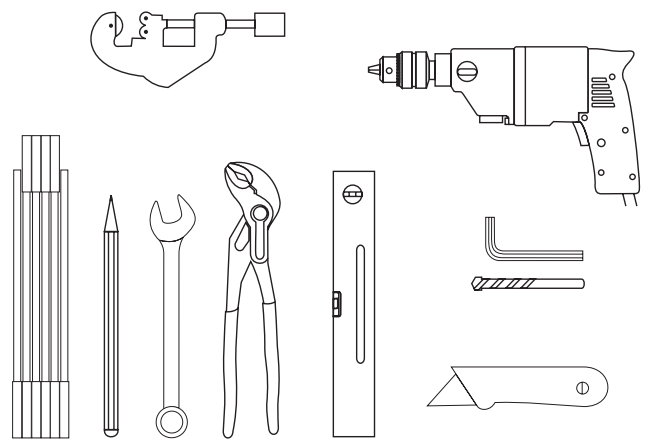

Bild 5 Werkzeug für CIRCO 5 Montage
- Das Werkzeug brauchen Sie für die Montage der CIRCO 5 Solarkeisstation: Bohrmaschine, Steinbohrer, Rohrzange, Maulschlüssel etc. (Bild 5).